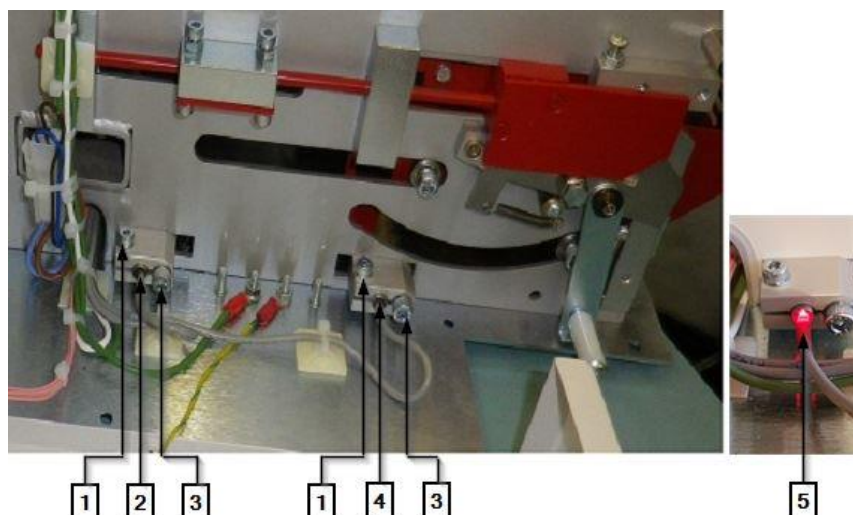

Abb. 69 : Support du détecteur de proximité
- ➔ Desserrez la vis de serrage (3) (Abb. 69, page 105) et le bloc de support et tirez le détecteur de proximité vers l'extérieur.
- ➔ Débranchez les connexions enfichables **J14** (1) und **J16** (2) de la carte de commande à circuits imprimés.
- ➔ Rebranchez les connexions enfichables **J14** (1) et **J16** (2).